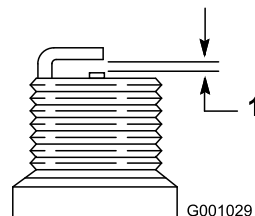

Figure 46
4. Réglez l'écartement des électrodes de la nouvelle bougie à 0,76 mm, comme montré à la Figure 46.